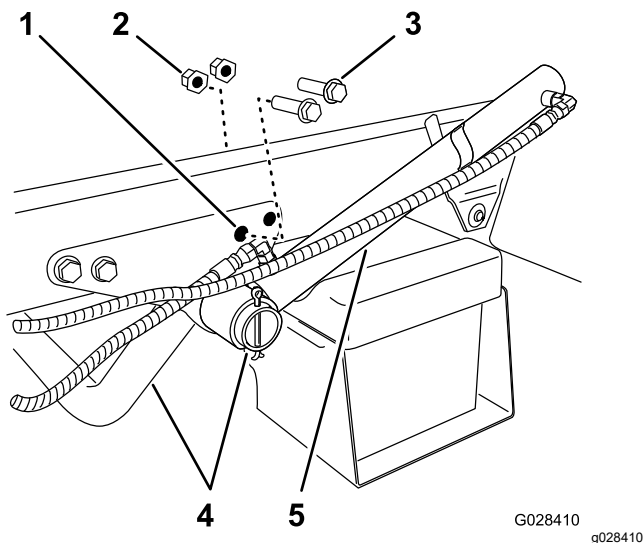

Figure 6
1. Retirez les 2 boulons à embase arrière et les 2 écrous à embase qui fixent le support du tube de moteur au cadre de la machine (Figure 6).
2. Tournez le vérin de levage pour obtenir l'espace nécessaire au montage de la patte de maintien du patin de la cuve (Figure 6).